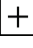

Bild 7 Anslutning av värmeprofilen
3. Stäng värmeprofilen så som visas på bild 7 på styrenheten.